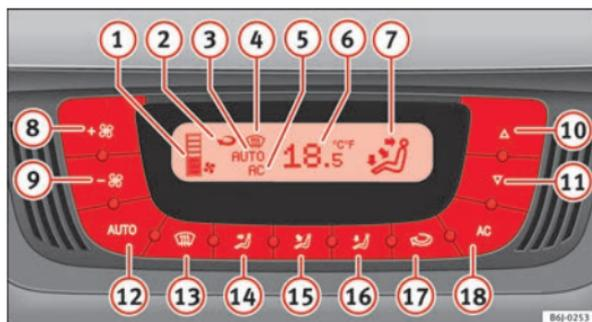

Fig. 96 Sur la planche de bord : éléments de commande du Climatronic
- Appuyez sur les touches **10** et **11** ⇒ fig. 96 pour régler la température.
- Appuyez sur la touche **AUTO**. L'afficheur indique ⇒ fig. 96 (7).
- Appuyez sur les touches (10) et (11) ⇒ fig. 96 pour régler la température souhaitée dans l'habitacle. Nous vous recommandons une température de 22 °C (72 °F).
- Appuyez sur l'une des touches ⇒ fig. 96 (14) à (16) ou appuyez sur le régulateur du ventilateur (8) et (9). L'indication (3) s'éteint.
Le ventilateur peut être réglé à l'aide des touches (8) et (9) ⇒ fig. 96. Lorsque le ventilateur est éteint (l'écran n'affiche aucune position (1) et que vous continuez à appuyer sur la touche (9), le Climatronic s'éteint. Dans un tel cas **OFF** apparaîtra à l'écran.
- Appuyez sur la touche  pour activer ou désactiver le mode recyclage de l'air ambiant. Il est connecté si le symbole  ⇒ fig. 96 s'affiche à l'écran.